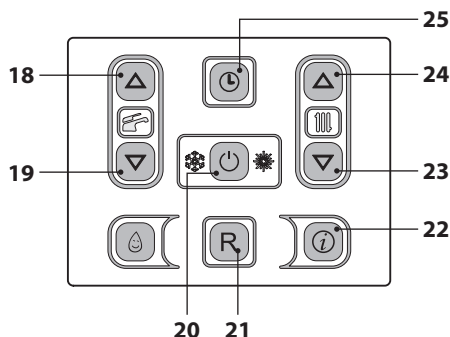
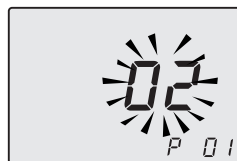
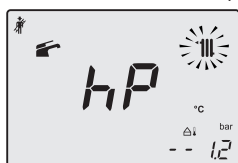
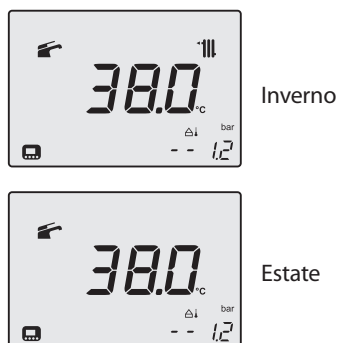

Figura 9.22
Figura 9.23
Figura 9.25
Figura 9.28
- Entrare in "modalità programmazione" premendo contemporaneamente per 10 secondi i tasti 20 - 23 - 24 (Figura 9.22) fino a far apparire sul display LCD le lettere **P01** e il valore del parametro, indicanti l'entrata nel "parametro 01" (Figura 9.23).
- Premere contemporaneamente i tasti 23 e 24 (Figura 9.22) fino a far apparire sul display LCD le lettere **LP** che si alternano con il valore di temperatura dell'acqua di riscaldamento (es. **45**), indicanti l'entrata nell'attivazione della "funzione spazzacamino" alla potenza minima (Figura 9.24).
- Premendo il tasto 24 (Figura 9.22) è possibile variare la potenza in modalità spazzacamino: con visualizzazione sul display LCD delle lettere **hP** che si alternano con il valore di temperatura dell'acqua di riscaldamento (es. **32**), siamo in "funzione spazzacamino" alla potenza minima in riscaldamento (Figura 9.25).
- Ripremendo contemporaneamente per 10 secondi i tasti 20 - 23 - 24 (Figura 9.22) si esce dalla "modalità spazzacamino" e si ritorna allo stato di caldaia precedentemente impostato (Figura 9.28).